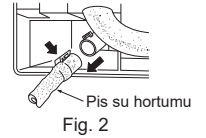

Fig. 2
- İç ünitenin arka sol tarafındaki şapkaçığı çekip çıkartın. (Fig. 2)